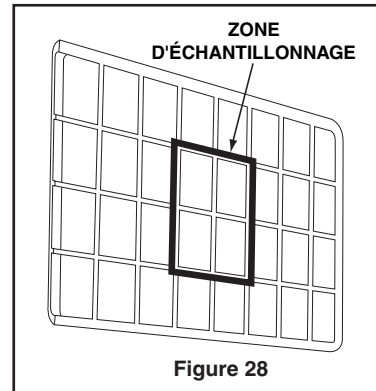

Figure 28
5. Les glaçons produits en même temps varient, il est donc nécessaire de comparer les glaçons choisis dans la zone d'échantillonnage lorsque vous faites des ajustements (Figure 28). Si vous désirez procéder à d'autres ajustements, répétez les étapes 1 à 4.